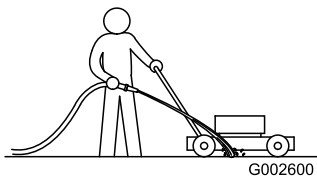

Bild 26
1. Lassen Sie den Motor auf einer flachen, befestigten Oberfläche laufen und sprühen Sie Wasser vor das rechte Hinterrad (Bild 26).
1. Drehen Sie den Griff nach vorne (Bild 26).